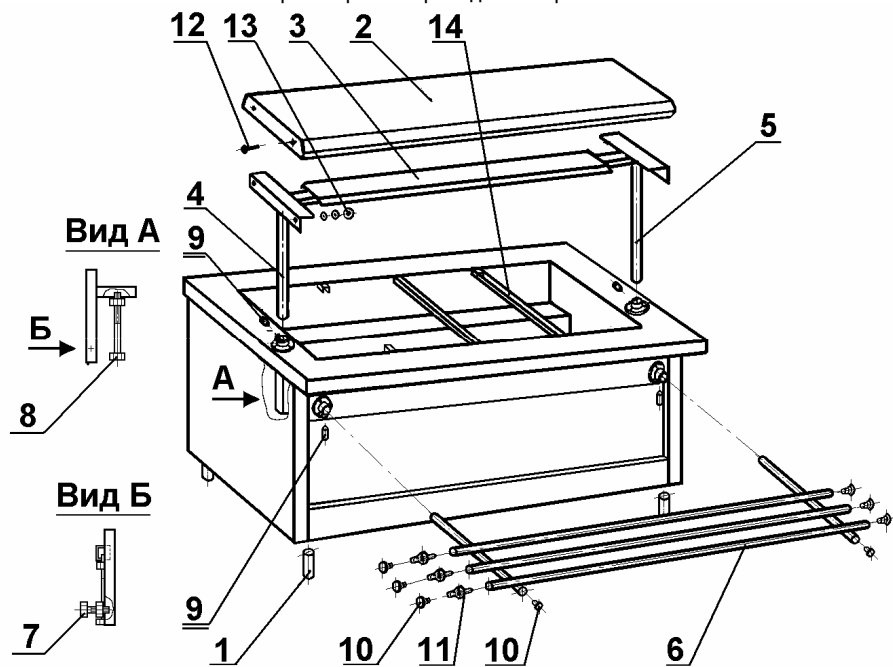

Рис. 2
6.5 Схема сборки мармита приведена на рис. 2.
7.4 Установить в гнезда столешницы гастрономические ёмкости с продуктами, используя, при необходимости, кронштейны (рис.2, поз.14).